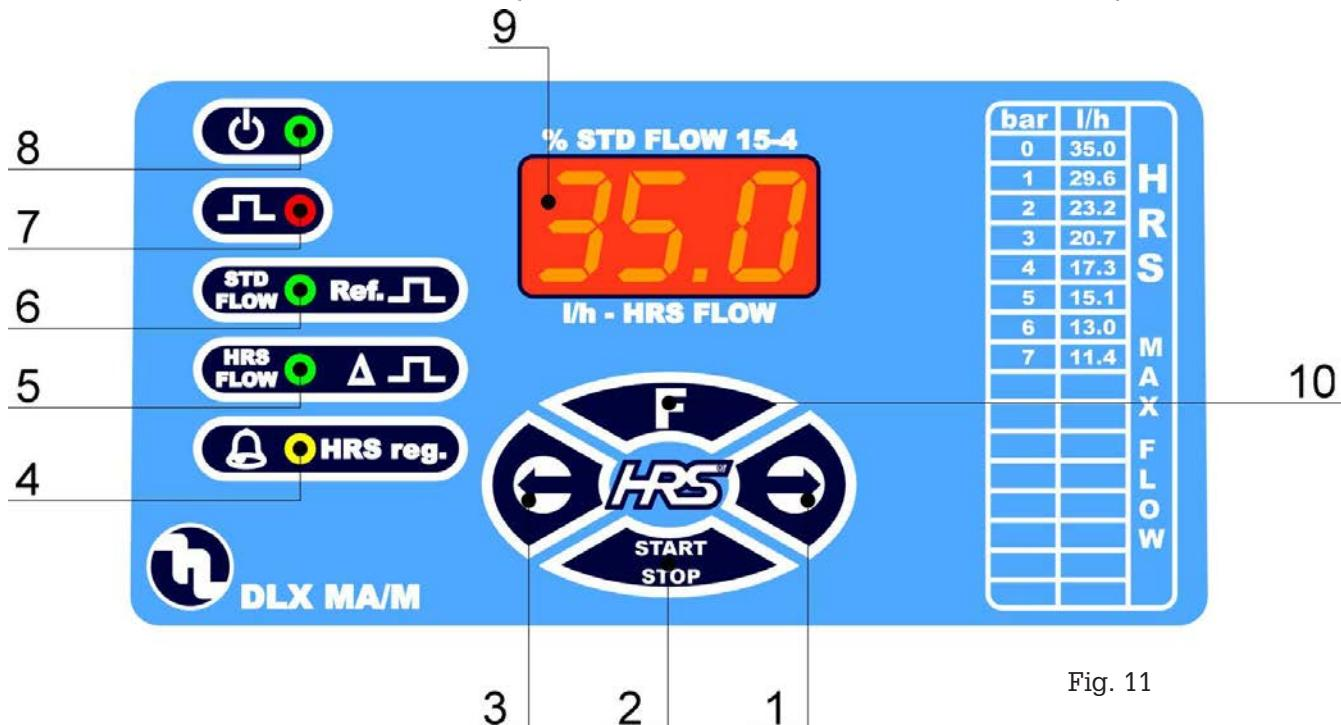

Fig. 11
6.1 - MANDOS (Fig. 11)
- a. Desmontar las válvulas de aspiración e impulsión, limpiarlas y volverlas a instalar en la misma posición de antes (Fig. 11). En el caso se notara una dilatación en dichas válvulas, comprobar en la tabla correspondiente la compatibilidad del aditivo con el tipo de válvula instalada en la bomba (Válvula estándar de vitón, a pedido se producen de silicona, etileno propileno y de nitrilo, válvula de bola, válvula K).